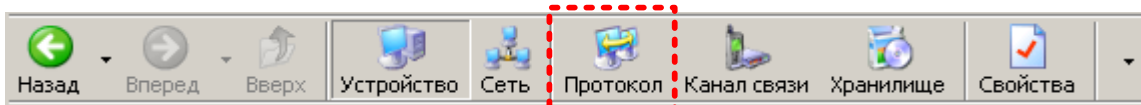

Рисунок 24 – Кнопка «Протокол» на панели инструментов
5.2.7 Нажать на панели инструментов кнопку «Протокол» (или через меню «Справочник → Протокол обмена»). В результате откроется окно «Справочник» (см. Рисунок 24).